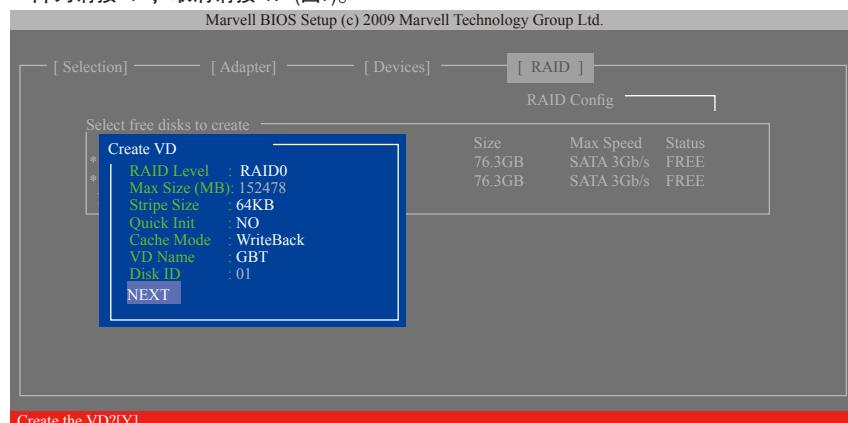

图7
6. NEXT: 完成以上设定请至「NEXT」项目按 $<Enter>$ 键。当确认信息出现时,确定制作磁盘阵列请按 $<Y>$,取消请按 $<N>$ (图7)。